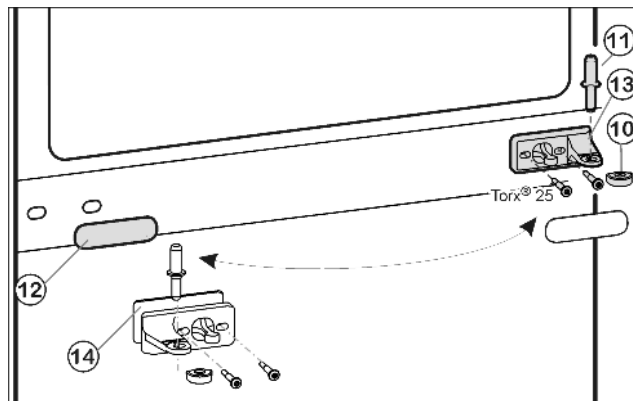
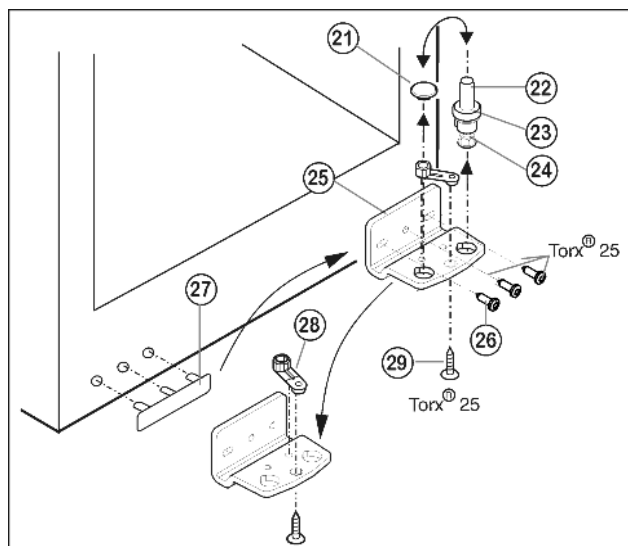

Fig. 5
Fig. 6
- Вытащите из опорного кронштейна и нижней дверцы средний опорный винт Fig. 5 (11).
- Снимите пластмассовый колпачок Fig. 5 (10).
- Открутите средний опорный кронштейн Fig. 5 (13) (2 шт. Torx® 25).
- Осторожно снимите накладку Fig. 5 (12).
- Прикрутите средний опорный кронштейн Fig. 5 (13) с подкладкой Fig. 5 (14) с поворотом на 180° на новую сторону шарнира (**с моментом 4 Нм**).
- Защелкните накладку Fig. 5 (12), повернув на 180°, на стороне, где теперь будет ручка.
- Извлеките опорный винт Fig. 6 (22) в комплекте с шайбой Fig. 6 (23) и регулируемой опорой Fig. 6 (24), вытягивая его вверх.
- Снимите пробку Fig. 6 (21).
- Открутите Fig. 6 (26) опорный кронштейн Fig. 6 (25).
- Открутите Fig. 6 (29) опорную деталь Fig. 6 (28) и, переставив в отверстие на противоположной стороне опорного кронштейна, снова прикрутите.
- Осторожно снимите и переставьте на противоположную сторону крышку со стороны ручки Fig. 6 (27).
- Снова прикрутите опорный кронштейн Fig. 6 (25) на новой стороне шарнира (**с моментом 4 Нм**). При необходимости используйте аккумуляторный шурупверт.
- Переставьте пробку Fig. 6 (21) в свободное отверстие.
- Вновь установите опорный винт Fig. 6 (22) в комплекте с шайбой и регулируемой опорой. При этом фиксатор должен быть направлен назад.
- ▶ Установите нижнюю дверцу сверху на нижний опорный винт *Fig. 6 (22)*.
- ▶ Снова наденьте пластмассовый колпачок *Fig. 5 (10)* на средний опорный кронштейн *Fig. 5 (13)*.
- ▶ Вставьте средний опорный винт *Fig. 5 (11)* на новой стороне шарнира через средний опорный кронштейн *Fig. 5 (13)* в нижнюю дверцу.
- ▶ Установите верхнюю дверцу на средний опорный винт *Fig. 5 (11)*.
- ▶ При необходимости выровняйте дверцы через два продольных паза в нижнем опорном кронштейне *Fig. 6 (25)* и среднем опорном кронштейне *Fig. 5 (13)* параллельно корпусу устройства. Для этого выкрутите средний винт на нижнем опорном кронштейне *Fig. 6 (25)*.